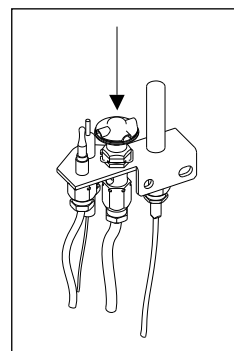

fig. 3
- 7 Remettre le capot de la veilleuse en alignant la patte de la base du capot avec la fente sur le côté de l'arbre de la veilleuse. Appuyer sur le capot pour qu'il repose directement sur le support de la veilleuse (fig.3). Le capot doit être bien installé sur le support pour que l'appareil fonctionne correctement. Vérifier si le capot est bien installé.